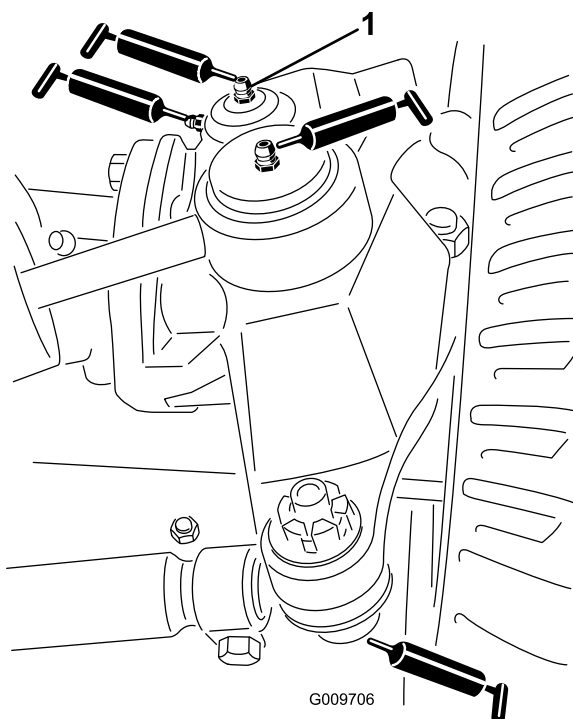

図 83
- 図 83に示す、ステアリングシリンダのボールジョイント 2ヶ所
- 図 83に示す、タイロッドのボールジョイント 2ヶ所
- 図 83に示す、キングピンのブッシュ2ヶ所